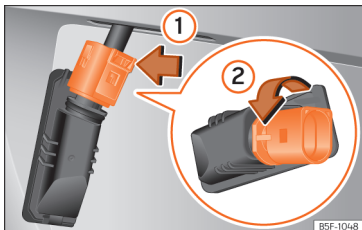

Abb. 73 Kennzeichenleuchte: Lampenhalter ausbauen.
- Auf die Verriegelung des Anschlusssteckers in Pfeilrichtung » **Abb. 73 1** drücken und den Anschlussstecker abziehen.
- Lampenhalter in Pfeilrichtung » **Abb. 73 2** drehen und mit der Glühlampe herausziehen.
- Lampenhalter in die Kennzeichenleuchte einsetzen und entgegen der Pfeilrichtung » **Abb. 73 2** bis zum Anschlag drehen.